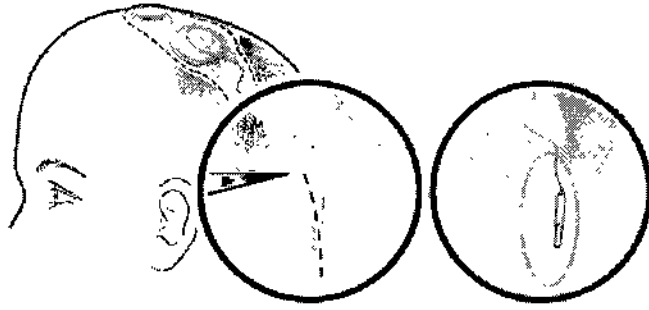

Figura 2. Practique una incisión para dejar al descubierto el electrodo y el Capuchón.
2. Practique una incisión suficiente para dejar al descubierto el electrodo y el capuchón. Haga sitio para sujetar firmemente el electrodo al acceder al capuchón y al conectar el electrodo a la extensión (Figura 2).